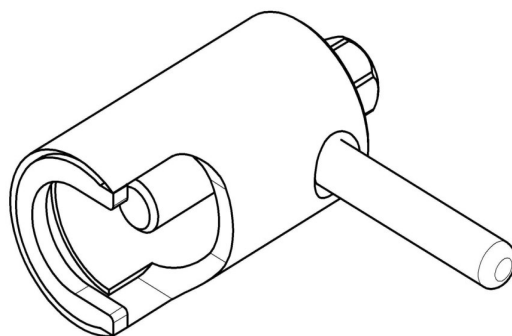

Рис.14. Съемник крыльчатки.
- снять крыльчатку при помощи специального съемника (см. рис.14);